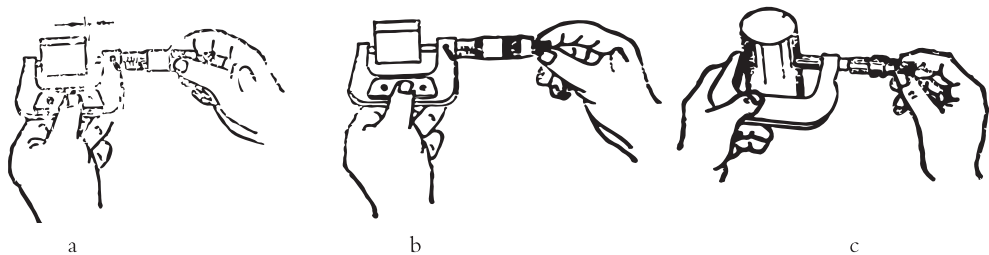
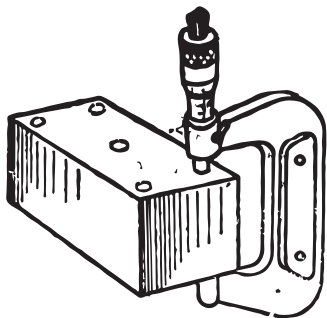

图2-26 用外径千分尺测量工作
图2-27 测尺寸大的工件多测几个部位
2) 使用方法。测量工件时，擦净工件的被测表面和尺子的测量杆平面，左手握尺架，右手转动活动套管，使测量杆端面和被测工件表面接近，再用手转动转帽，使测量杆端面和工件被测表面接触，直到棘轮打滑，发出响声为止，读出数值。测量外径时，测量杆轴线应通过工件中心（见图2-26）。测量尺寸较大的平面时，为了保证测量的准确度，应多测量几个部位（见图2-27）。